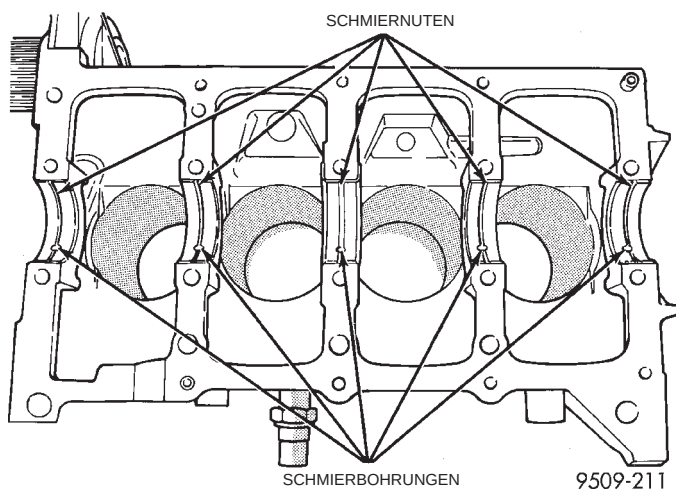

Abb. 12 Einbau der oberen Hauptlagerschale
(1) Hauptlagerschalen so einbauen, daß die Schmiernut im Motorblock sitzt. (Abb. 12).
(2) Sicherstellen, daß die Schmierbohrungen im Motorblock und die Schmierbohrungen der Lager übereinanderliegen und die Lagernasen in die Aussparungen im Motorblock eingreifen.